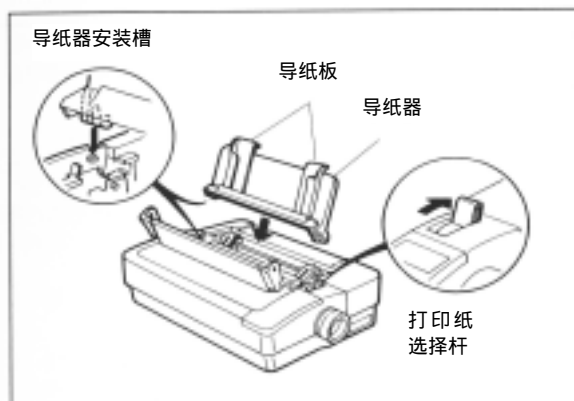

图 3-2 安装导纸器
打印纸选择杆设定了 GSX-230 打印机在打印连续纸或单页纸时的有关功能，如图 3-2 所示。如果仔细观看该选择杆前后两边，就会发现选择杆前后分别有表示连续纸与单页纸的图形。如果使用连续纸，可把该打印纸选择杆往前部移动（往连续纸方向移动）；如果使用单页纸，则把该选择杆往后部移动（往单页纸方向移动）。
2. 如图 3-2 位置在正上方安装导纸器。用手握住导纸器两上角，注意将导纸器两下角的“L”型通道槽对准上壳两边的两柱位放入。同时，将导纸器略向前移动，从而使两柱滑入垂直通道中。安装正确后，该导纸器应处于正上方位置。
2. 把打印纸选择杆调节到后部位置（单页纸位置），见图 3-2。
4. 把导纸器安装在正上方，以便于进纸，见本章的图 3-2。